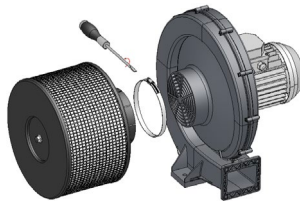

FIGURE 8
3. Installer le filtre éventuel sur la bouche d'aspiration en le fixant à l'aide du collier (fourni avec le filtre) (FIGURE 8).